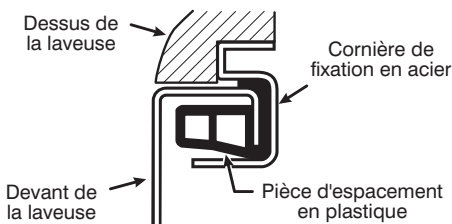

Figure 9
1. Lever le bord arrière du dessus de la laveuse et placer la fente de la cornière de fixation en acier sur les pièces d'espacement en plastique, sur la lèvres supérieure avant du coffre de la laveuse. Voir figure 9.